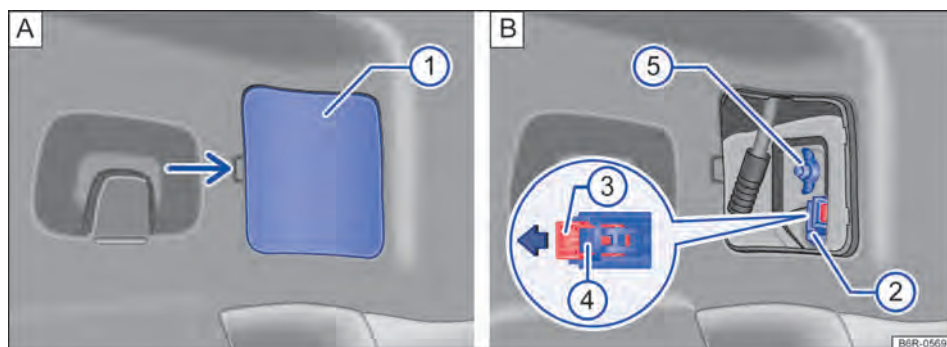

Fig. 109 Lateralmente no compartimento de bagagem: A: desinstalar a cobertura, B: remover a lanterna traseira.
3. Remover com cuidado a cobertura ① → Fig. 109 A.
4. Retirar o conector de alimentação, primeiramente puxar a trava vermelha ③ no conector ② no sentido da seta → Fig. 109 B. Para auxiliar, utilizar uma chave de fenda.
5. Pressionar o travamento ④ e retirar o conector ② → Fig. 109 B.
6. Soltar o parafuso borboleta ⑤ → Fig. 109 B e retirá-lo, segurando ao mesmo tempo, a lanterna traseira.
7. Puxar cuidadosamente a lanterna traseira para fora, para desencaixá-la da carroceria → ①.
17. Segurar a lanterna traseira na posição de montagem com uma das mãos e, aparafusar com a outra o parafuso borboleta ⑤ → Fig. 109 B.
19. Colocar o conector ② no suporte das lâmpada e pressionar o travamento ③ na direção contrária da seta no conector → Fig. 109 B.